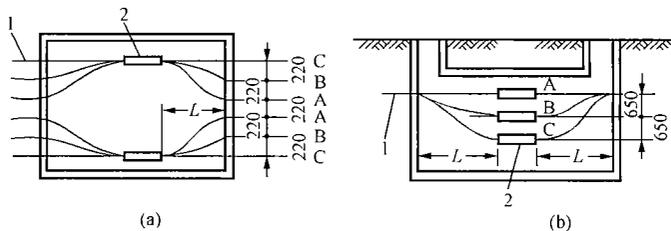

图 D-8
**Jd2D3080** 为了便于接头施工,工作井的结构尺寸主要决定于电缆立面(平面)弯曲时所需尺寸,现要做如图 D-8 所示工井及尺寸,求电缆平面弯曲所需的长度。(假设电缆外径 113mm,允许弯曲半径为 20mm)